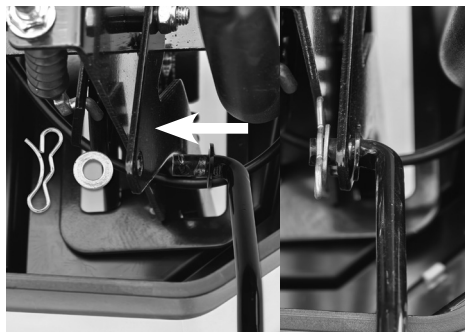

Рис. 10. Подключение тяги к рычагу переключения передач
- вставьте верхний конец тяги в отверстие рычага переключения передач, как показано на Рис. 10, установите шайбу и зафиксируйте тягу шплинтом;